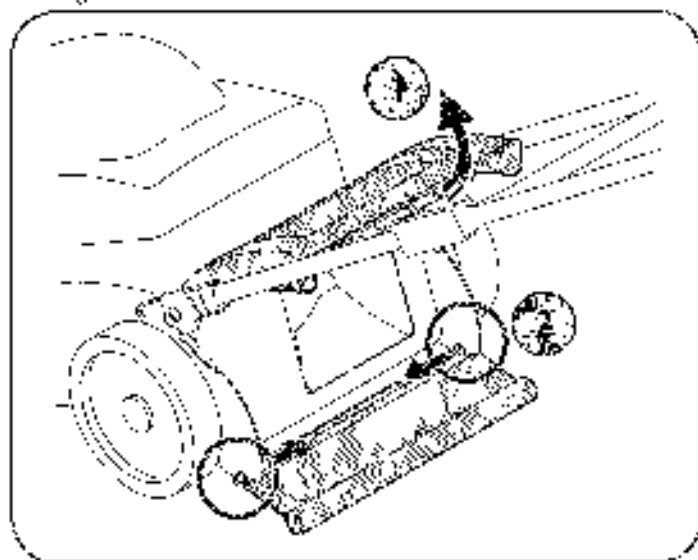

Figura 11
1. Para retirar el escudo posterior, levante la palanca trasera y doble (fórmele) el escudo hacia adentro a cada lado para enganchar las lengüetas de los orificios del bastidor de la cortadora. Vea la Figura 11.
2. Coloque un trozo de madera 2x4 de aproximadamente 8 a 5 pulgadas de largo en el alojamiento de la plataforma y la cuchilla de corte para que actúe como estabilizador. Ver la Figura 11.